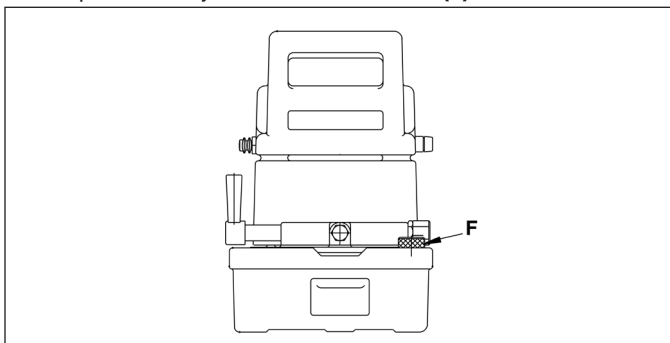

Figura 10
7.2 Trocando o óleo (Figura 10)